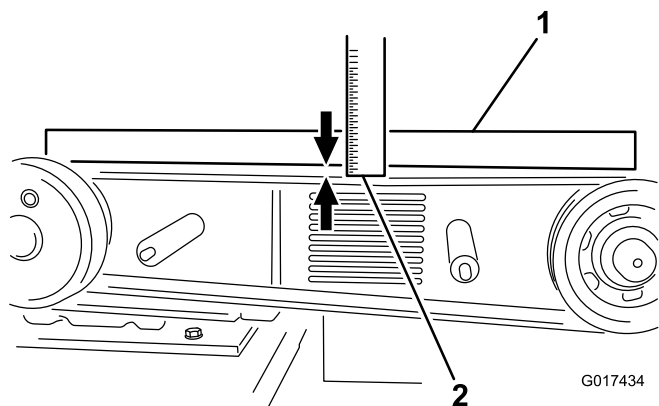

Figure 18
6. Posez une règle en travers des poulies d'embrayage et de volant moteur, serrez le boulon de tension de la courroie de sorte à obtenir une flèche de 1 cm (0,40") lorsqu'une pression de 6,8 kg (15 lb) est exercée au centre du brin (si vous retendez une courroie en cours d'utilisation) ou lorsqu'une pression de 8 kg (18 lb) est exercée si la courroie est neuve (Figure 18).